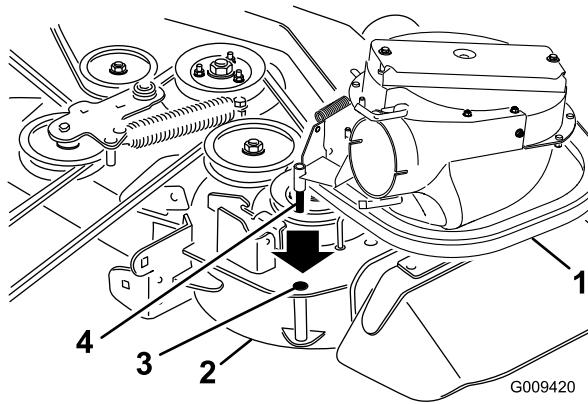
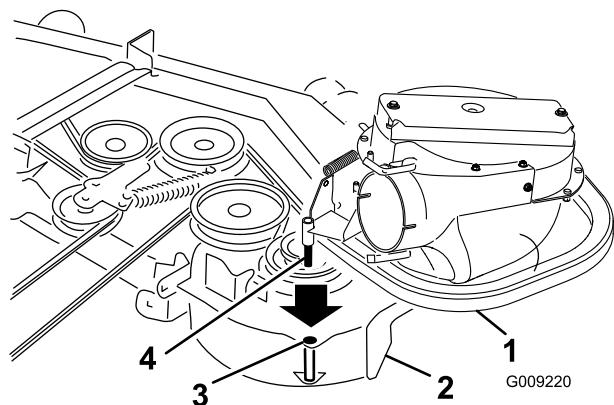

Figure 16
Figure 17
2. Insérez l'ergot de l'ensemble ventilateur dans le trou de pivot (Figure 16 ou Figure 17).